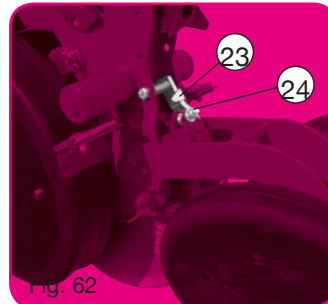

Fig. 62
Cette roue plombée est utilisable sur terrain plutôt sec, pour tous semis. Sur terrain trop humide, un bourrage au niveau de la roue est toujours possible, dans ce cas, escamoter la roue par le taquet ② fig. 62. Si cette opération ne s'avère pas suffisante, il faudrait enlever la roue seule, en laissant le cadre ④ sur l'élément. Le décrocteur ⑪ Greenflex réversible doit être surveillé de temps en temps, et réglé avec précision à l'aide de l'écrou ⑭ fig. 62.
The press wheel has a diameter of 295 mm and a width of 21 mm and is in stainless steel. It can only be adapted on the NG Plus 4 units. It floats independently from the metering unit and the rear press wheel unit. The NG Plus 4 equipped in this manner, now becomes the NG Plus 4 PRO. This press wheel can be used in rather dry soils for all types of seeds. In damp soil, a packing up of the wheel is always possible, in this case, retract the wheel using the latch ② fig. 62. If this is not sufficient, the wheel only must be removed, leaving the frame ④ on the metering unit. The reversible Greenflex scraper ⑪ should be controlled from time to time and adjusted with precision using the nut ⑭ fig. 62.
Die Andruckrolle wird hauptsächlich auf trockenen Böden eingesetzt. Auf nassem Boden, wenn die Rolle verstopft, kann diese ausgehoben werden und mit dem Hebel ② Fig. 62 arretiert werden. Wenn diese Maßnahme nicht ausreicht, muß die Rolle vom Element ausgebaut werden. Der nachstellbare GREENFLEX-Abstreifer ist von Zeit zu Zeit zu kontrollieren und entsprechend nachzustellen. (⑭ - Fig. 62)
Dit aandrukwieltje Ø 295 x 21 mm met RVS bandage kan alleen op een "NG Plus 4" element gemonteerd worden. Het heeft een vlottend werking, onafhankelijk van het element en van het aandrukblok achteraan. Indien zo uitgerust wordt een "NG Plus 4" dan "NG Plus 4 PRO" genoemd. Het "PRO" wieltje wordt voor alle typen zaaierwerk op betrekkelijk droog terrein aanbevolen. Op een te vochtig terrein kan een verstopping gebeuren ter hoogte van het wieltje. In dat geval dient het wieltje dank zij de klamp ② opgeklapt te worden (afb. 62). Indien deze verichting onvoldoende is, kan het losse wieltje verwijderd worden; het frame ④ blijft op het element. De omkeerbare Greenflex toestrijker ⑪ periodiek nakijken en nauwkeurig afstellen met behulp van de afstelmoer ⑭ (afb. 62).
- Position escamotée (fig. 62).
- Retracted position (fig. 62).
- Pos. Fig 62 wieder anbringen